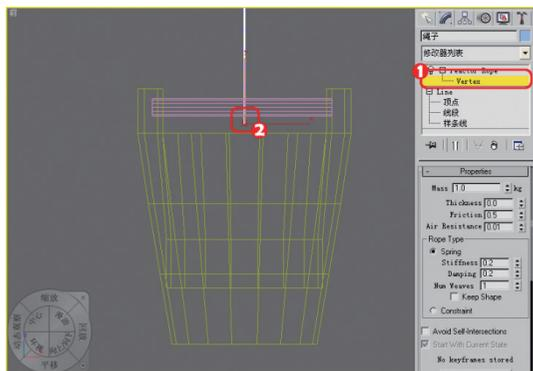

图9-108 选择顶点
**04** 选中绳索，切换到Vertex级别，选择如图9-108所示的顶点。